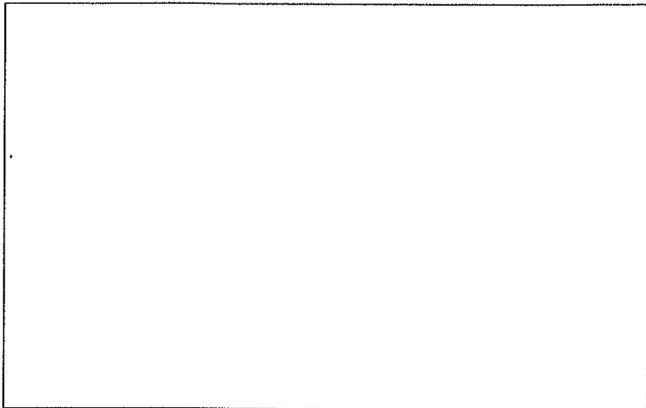

Рис. 20. Предохранительный клапан
- предохранительный клапан силового гидроузла (1), который срабатывает при превышении максимальной грузоподъемности (Рис. 20).